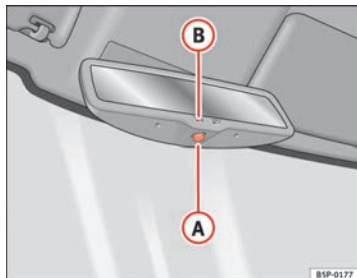

Fig. 63 Specchio retrovisore interno fotocromatico
- Premere il tasto **A** ⇒ fig. 63. La spia **B** si spegne.
- Premere il tasto **A** ⇒ fig. 63. La spia si accende.